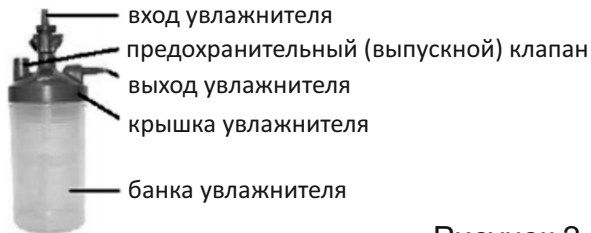

Рисунок 2.
4.2. Для начала работы с концентратором необходимо открутить колбу увлажнителя по часовой стрелке, налить в неё дистиллированную воду или холодную кипяченую воду в пределах шкалы между линией max и линией min, затем снова соедините верхнюю крышку с колбой увлажнителя (Рис. 2).